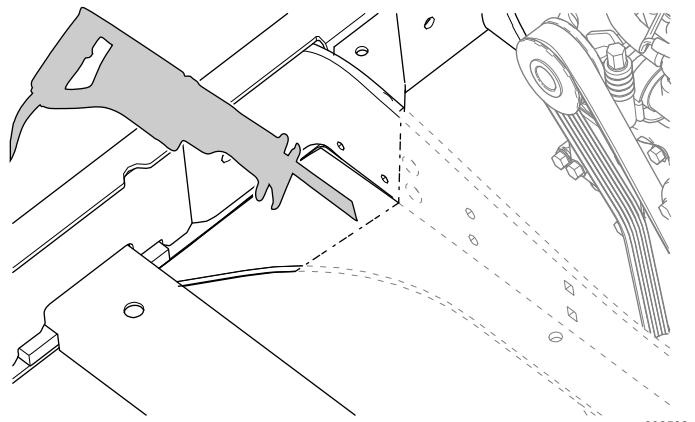

図10
3. 往復式の金ノコを使用して、マーキングに沿って金属部をまっすぐに切断する図10。必要に応じてサンダーで切断面を平らに仕上げる。